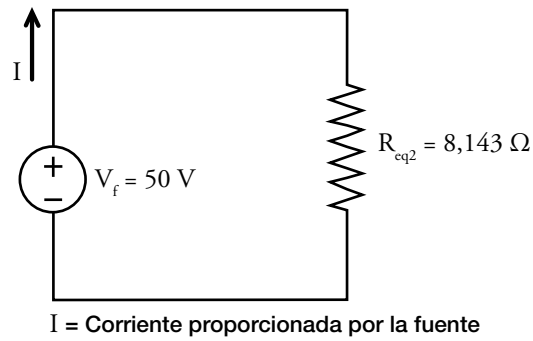

Figura 2.14. Resistencia equivalente del circuito de la figura 2.12.
- El circuito equivalente se muestra en la figura 2.14. Para calcular la corriente que proporciona la fuente, empleamos la Segunda Ley de Kirchoff y la Ley de Ohm: